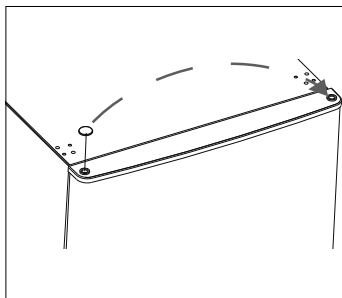

Fig. 6
- ▶ Retirez le capuchon du tenon de charnière du côté gauche de la porte du congélateur et placez-le dans le trou du côté droit (voir Fig. 6).
- ▶ Soulevez la porte du congélateur (2) pour l'enlever et posez-la sur une surface souple pour prévenir tout risque de rayure.